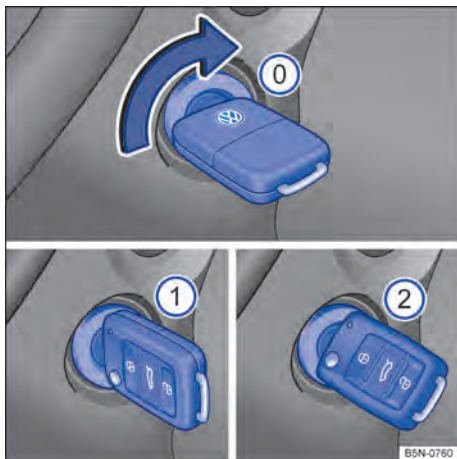

Fig. 105 Ao lado do volante, à direita: posições da chave do veículo no cilindro da ignição.
Posições da chave do veículo → Fig. 105
3.	Veículos com motor a diesel: para a pré-incandescência, girar a chave do veículo no cilindro da ignição para a posição → Fig. 105 ①. A luz de controle  se acende no instrumento combinado.